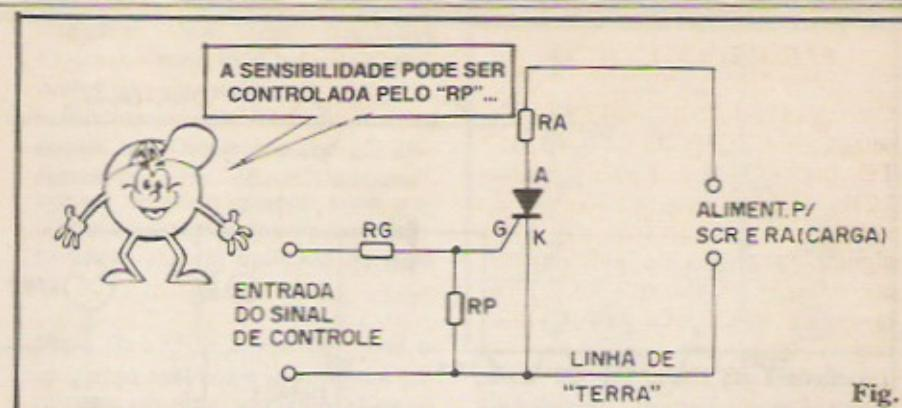

Fig. 19
- FIG. 19 - Apesar de poderem manejear consideráveis potências, sob níveis de tensão e corrente